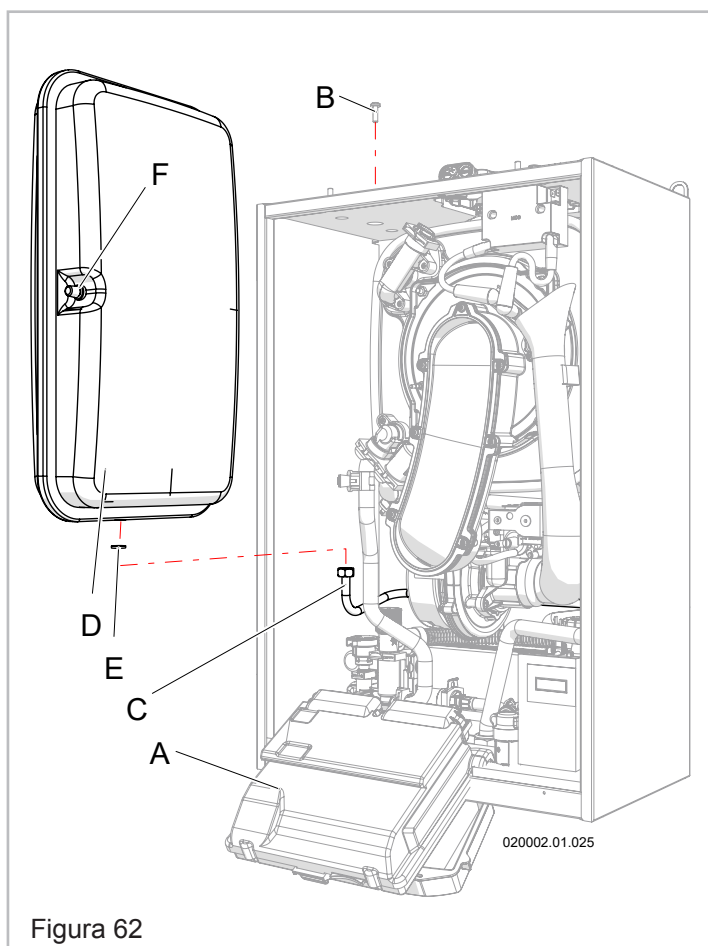

Figura 62
1. - Quando non è diversamente specificato fare riferimento a Figura 62;
Se dovesse rendersi indispensabile procedere con la sostituzione del vaso nel seguente modo: (fare riferimento a Figura 62);